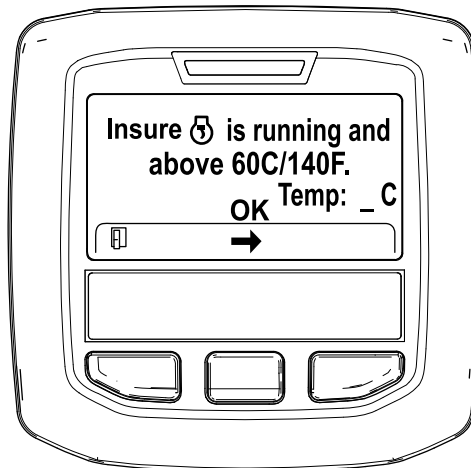

Рисунок 42
5. Если температура охлаждающей жидкости ниже 60 °C (140 °F), появится сообщение "Insure is running and above 60C/140F" («Убедитесь в том, что двигатель работает и температура выше 60 °C / 140 °F»). (Рисунок 42).